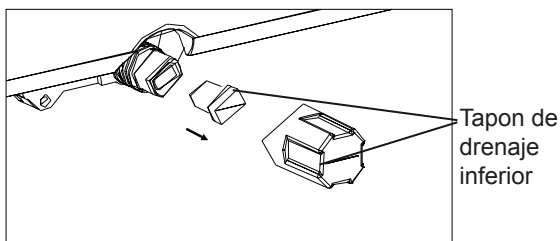

Fig.23
- Cuando el nivel de agua de la bandeja inferior alcanza un nivel predeterminado, la unidad emite un pitido 8 veces, la pantalla digital muestra P1. En este momento el proceso de climatización / deshumidificación se detendrá inmediatamente. Sin embargo, el motor del ventilador continuará funcionando (esto es normal). Mueva cuidadosamente la unidad a un lugar de drenaje, retire el tapón de drenaje inferior y dejar el agua de escapar (Fig.23). Vuelva a instalar el tapón de drenaje inferior y reinicie la máquina hasta que el símbolo P1 desaparece. Si el error se repite, llame al servicio técnico.